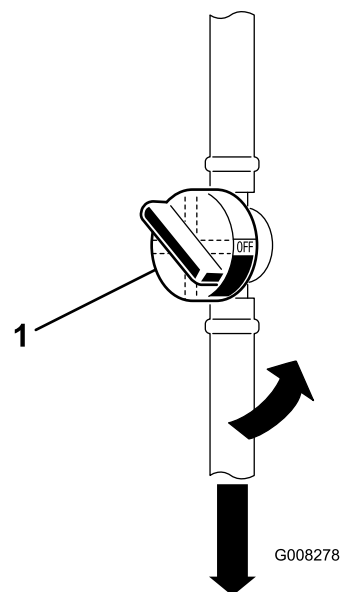

Bild 29
6. Schließen Sie den Kraftstoffhahn (Bild 29).
7. Drücken Sie die Enden der Schlauchklemmen zusammen und schieben diese weg vom Kraftstofffilter (Bild 29).